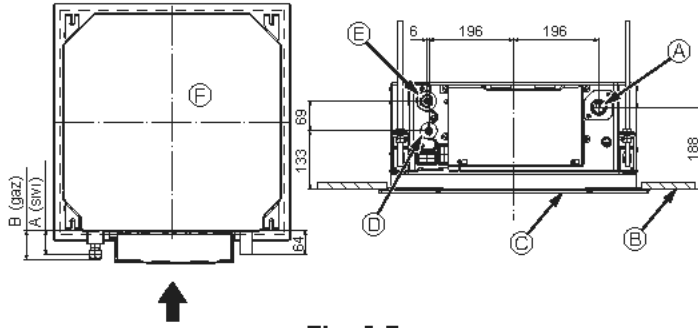

Fig. 5-7
5.4. Soğutma ve drenaj borularının yerleri (Fig.5-7)